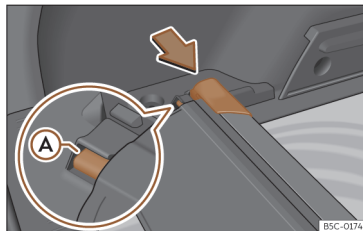

**Fig. 186** Na bagageira: alojamento para guardar a chapeleira.
>>> Fig. 186. Certifique-se de que o patim (A) encaixa no alojamento correspondente.